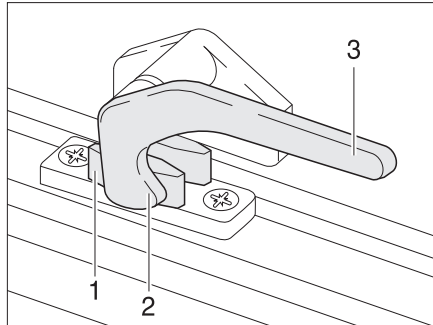

Bild 11 Verriegelungshebel in Stellung "geschlossen"
- Den Verriegelungshebel (Bild 11,3) eine viertel Umdrehung zur Fenstermitte hin drehen.
- Den Verriegelungshebel (Bild 11,3) eine viertel Umdrehung zum Fensterahmen hin drehen. Die Verriegelungsnase (Bild 11,2) liegt auf der Innenseite der Fensterverriegelung (Bild 11,1).